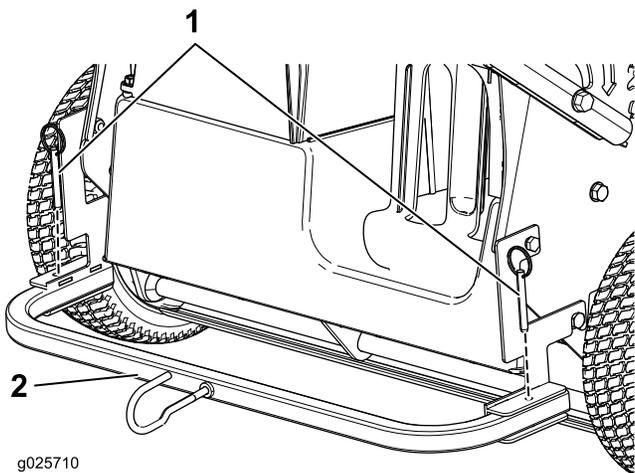

Figura 2
5. Coloque el bastidor en el soporte con el gancho hacia arriba, y sujete el bastidor al soporte con 2 pasadores de muelle (Figura 2).